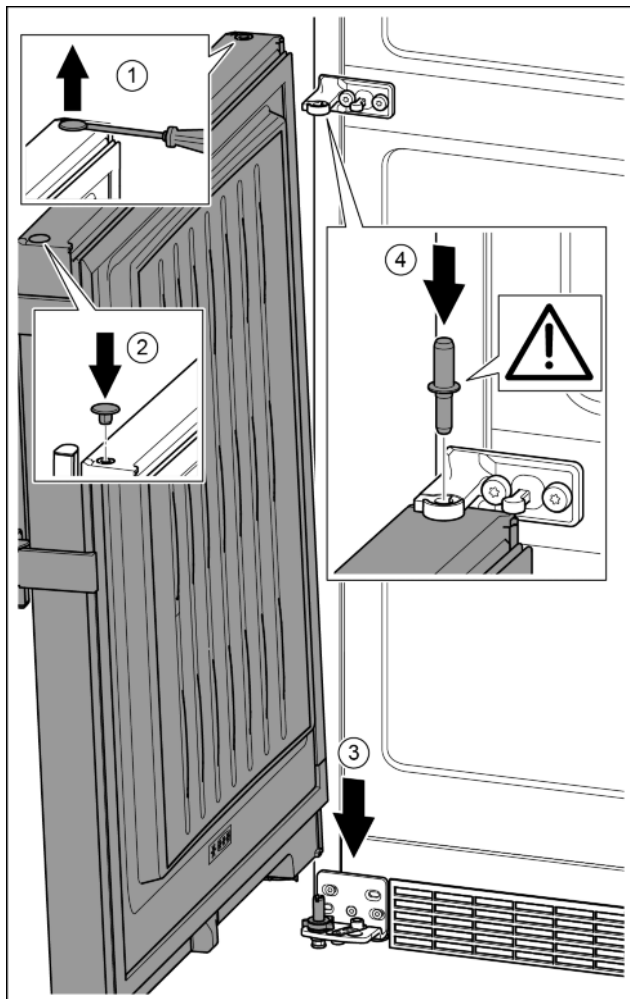

Fig. 21
- ▶ Stop voorzichtig met een sleufschroevendraaier optillen en eruit trekken. Fig. 21 (1)
- ▶ Stop op de andere deurzijde weer aanbrengen. Fig. 21 (2)
- ▶ Deur van boven op de onderste lagerbout plaatsen. Fig. 21 (3)
- ▶ Het midden van de lagerbout door het midden van de lagerbus in de onderste deur aanbrengen. Let op dat de vergrendelnok naar achter wijst. Fig. 21 (4)